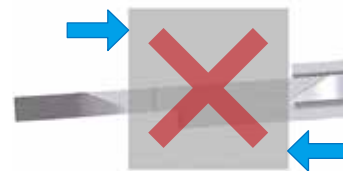

Fig. 6
3. No mida un objeto con las superficies de medición inclinadas. (**Fig. 6**)